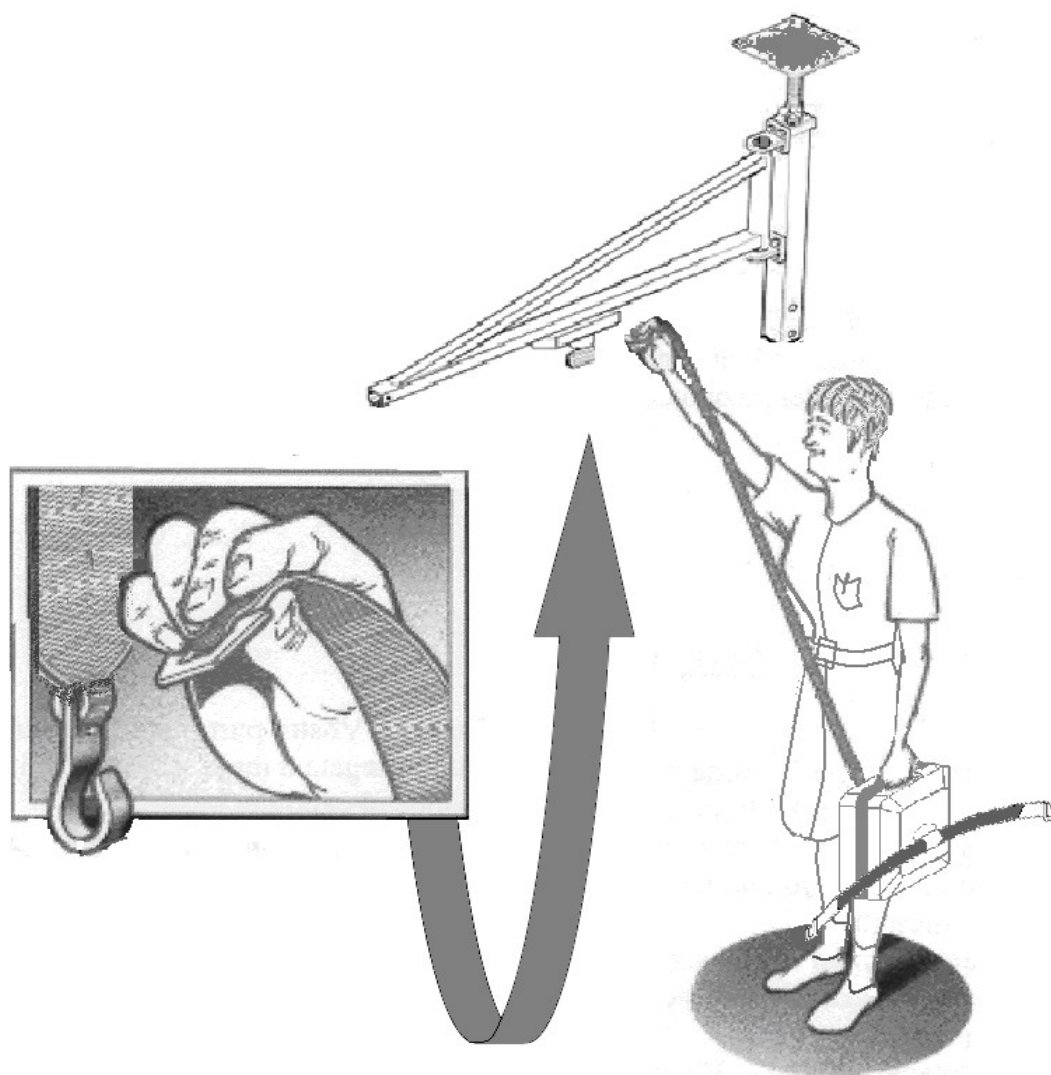

Fig. 5
Il modulo di sollevamento è trasferibile da una postazione all'altra, può essere sganciato dalla struttura (fig. 5), trasportato comodamente con la propria maniglia integrata e riposizionato su di in un'altra struttura/postazione.
- Posizionare l'imbragatura, con la fascia della gamba piegata sotto lo schienale della imbragatura, dietro il paziente, come in Fig 5, mantenendo i punti anatomici a secondo del modello.